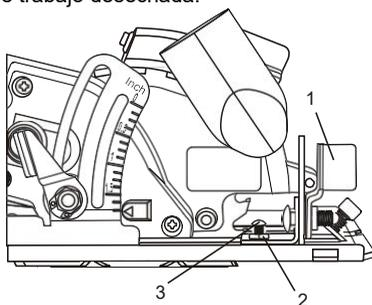

Fig. 4
1. Afloje la palanca de bloqueo de bisel (1) y gire la placa de suela hacia la marca de 0° tanto como sea posible; apriete la palanca de bloqueo del ángulo de bisel (Fig. 4).
3. Si el corte de prueba no es de 90°, gire la tuerca de bloqueo de ajuste de cero (2) en sentido antihorario aproximadamente ¼ de vuelta con una llave de 7 mm.
4. Use un destornillador #2  para girar hacia adentro o hacia afuera el tornillo de ajuste de bisel cero (3) hasta que la sierra esté cortando a 90° cuando la placa base está en contacto con el tornillo de ajuste.